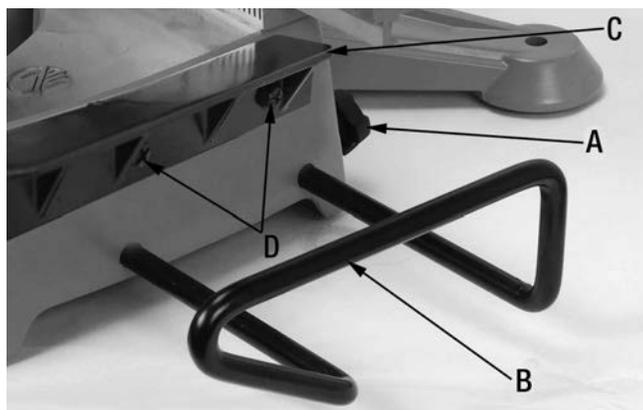

FIGURE 3
Avant d'opérer cette scie à onglets, il est recommandé d'utiliser les extensions de table pour supporter votre pièce de travail. Dévissez le bouton de verrouillage (A) Fig.3, ensuite tirez sur l'extension de table (B). Fixez l'extension de table en vissant le bouton de verrouillage (A). Répétez l'étape pour l'autre extension de table.
Installez les supportS de table (C) Fig.3 des deux côtés de la table à l'aide de deux vis à tête bombée (D).